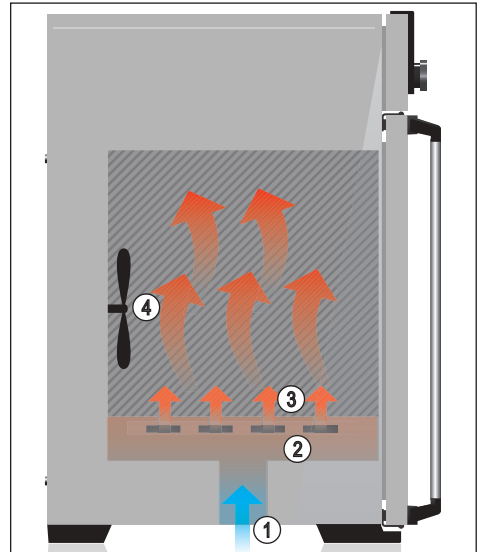

Fig. 3 Función
El equipo puede calentar la cámara de trabajo hasta 80 °C. El aire entrante (Fig. 3, 1) se calienta en una cámara de precalentamiento (2). El aire precalentado accede a la cámara de trabajo a través de las ranuras de ventilación situadas en la pared lateral interior (3). Un ventilador en la parte trasera de la cámara de trabajo (4) proporciona un caudal de aire mayor y una circulación de aire forzado horizontal más intensa en comparación con la convección natural.